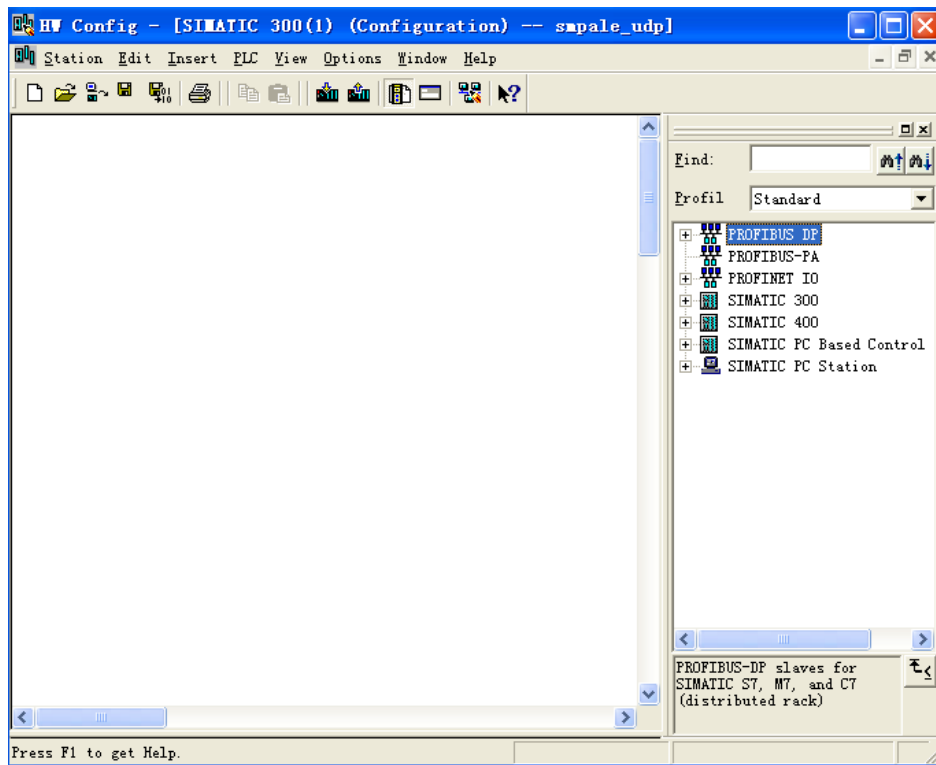

图 2.1.4 硬件组态界面
(4)、双击 Hardware，会弹出硬件配置界面，界面如图 2.1.4 所示。